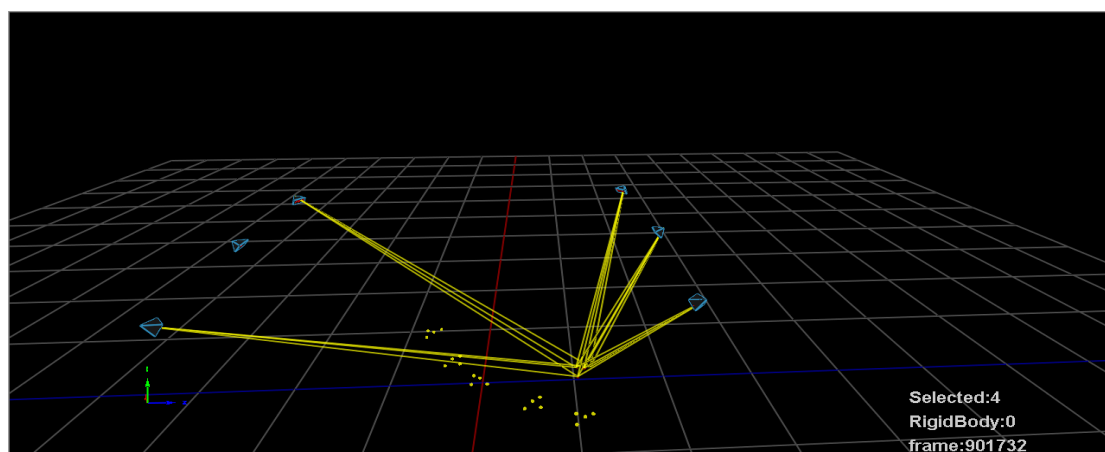

图 1.1.16 刚体选中界面
(2) 鼠标左键选中第一个无人机，如下图 1.1.16 所示。